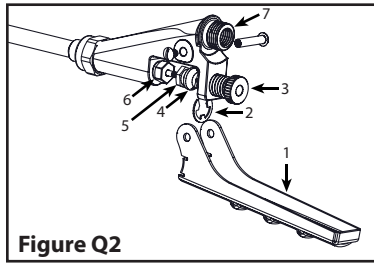

Figure Q2
3. Retirez le déclencheur (1), puis le circlip (2) et retirez le verrou de sécurité (3). Une fois le verrou de sécurité retiré, insérez un tournevis plat dans la fente de la vis de réglage (4). Utilisez une clé de 11 mm (7/16 po) pour desserrer le contre-écrou (5). Retirez les deux pièces de l'extrémité filetée du câble. À l'aide de la clé de 11 mm (7/16 po), retirez l'écrou de garniture (6). Retirez le joint torique (7). **(Voir la figure Q2)**